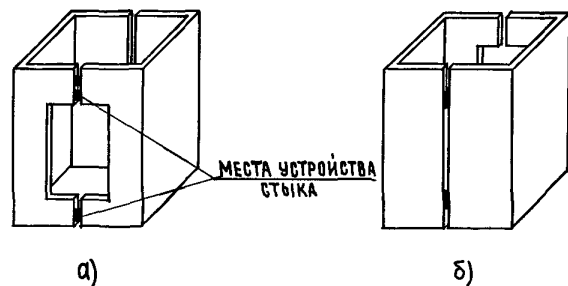

Рис. 7
- а) в 2-х местах по высоте в глухом стыке без проема (рис. 7^б)
- б) в 2-х местах или в одном месте в верхней перемычке и в одном месте в нижней перемычке в стыке с дверным проемом (рис. 7^а).